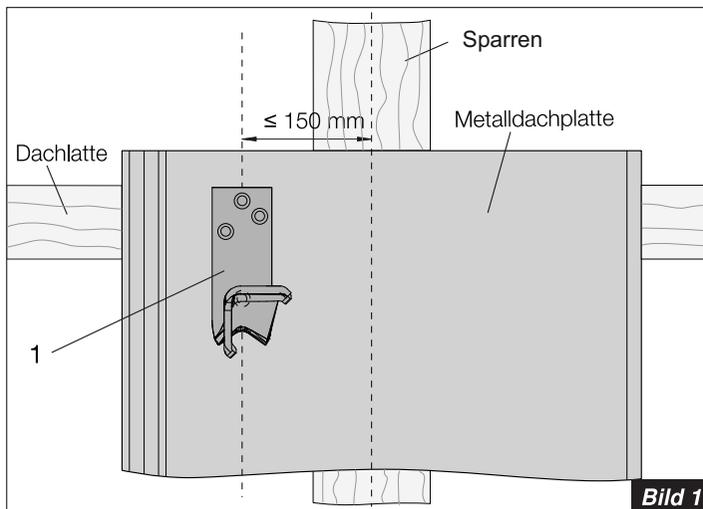
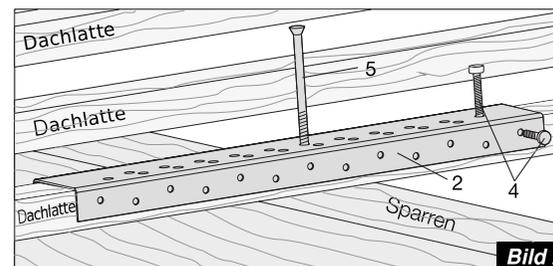

Bild 1
Bild 2
- Position des Aufdachmodulhalters mit Metalldachplatte so festlegen, dass zwischen Halteelement (1) und Sparrenmitte ein Abstand von 150 mm nicht überschritten wird. (Bild 1)
- Verstärkungsschiene (2) mittig zum Sparren auf die Dachplatte auflegen.
- Verstärkungsschiene (2) horizontal verschieben bis das Langloch des Stützelements (3) mit einem Loch der Verstärkungsschiene (2) übereinstimmt. Verstärkungsschiene (2) mit einer Schraube (4) in Fallinie fixieren. (Schraube (4) alternativ auch von oben schraubbar). (Bild 2)
- Aufdachmodulhalter mit Metalldachplatte nochmals abnehmen und die Verstärkungsschiene (2) mit Schraube (5) am Sparren verschrauben. (Bild 2)